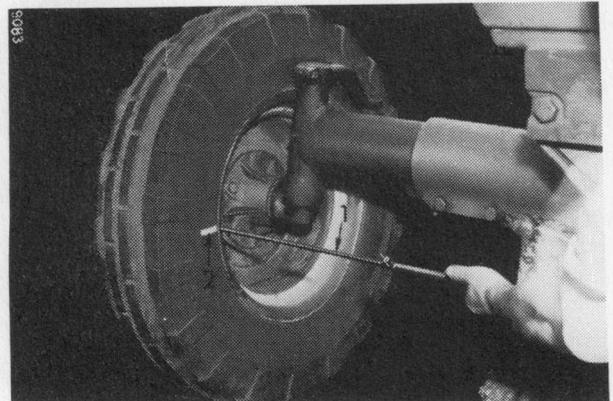
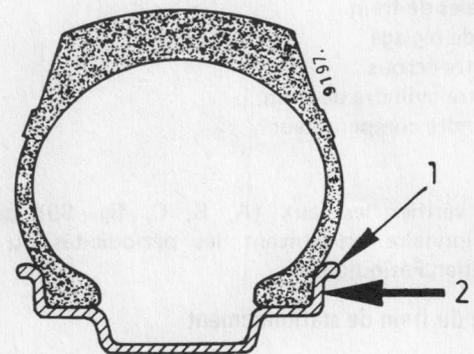

Figure 92
Figure 93
Marquez des repères sur les pneus, à hauteur des chapeaux de moyeux (2, fig. 92).
Mesurez la distance entre les jantes, en plaçant la pige de réglage (1) entre les flancs de la jante (2, fig. 93) au niveau des repères (2, fig. 92).
Faites tourner les roues d'un demi-tour en arrière. Mesurée en ce dernier endroit, la distance doit être plus grande qu'à l'avant (A ou B, fig. 92).
Lorsque vous mesurez le pincement, placez la règle contre les flancs de la jante (2, fig. 93) et non sur les bords extérieurs (1).